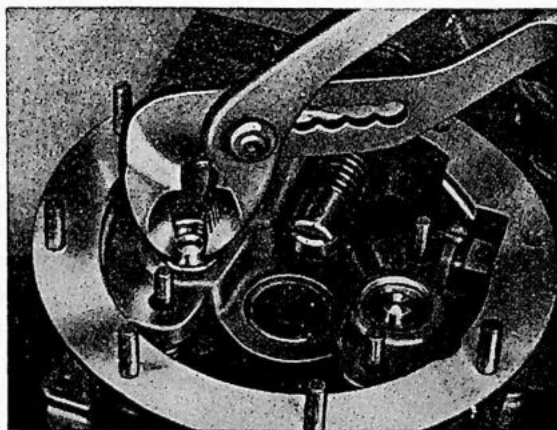
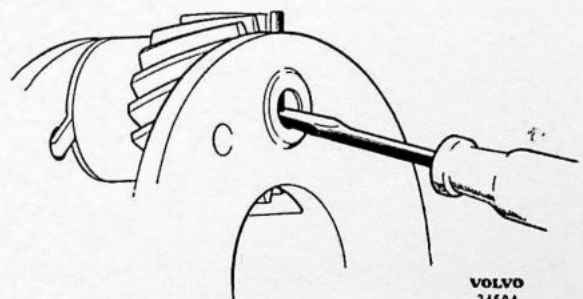
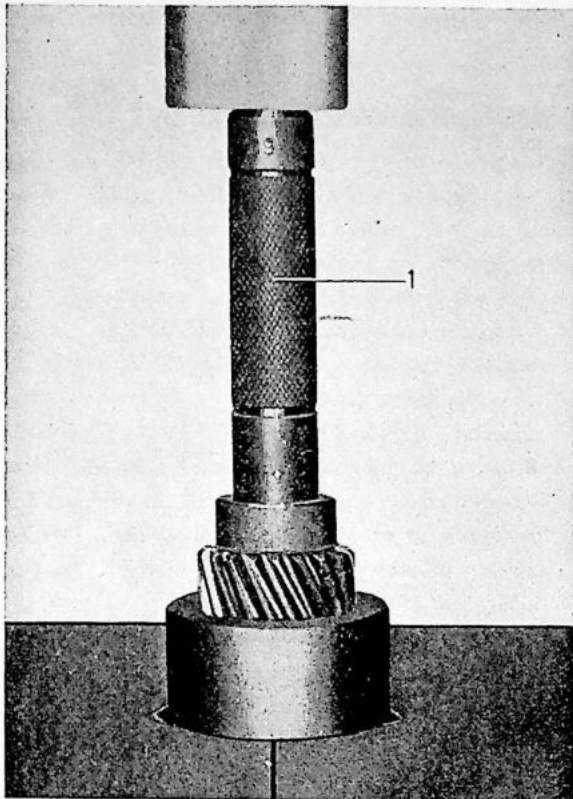

Fig. 4-58. Demontage van de zuiger
Fig. 4-59. Demontage van de borgpennen in de assen van de satellieten
Fig. 4-60. Demontage van het naaldlager in het satellietentandwiel
1. Verwijder het deksel voor de oliezeef en het liever (13) van de bedieningsplunjer. Verwijder de oliezeef. Maak de schroeven los en haal de magnetische schakelaar weg (18).
2. Buig de borgplaten naar beneden en draai de moeren voor de drukplaten (56) van zuigers los en verwijder ze. Verwijder de drukplaten. Trek de zuigers er met behulp van een tang uit; zie Fig. 4-58.
3. Draai de moeren die de remtrommel (41) en het voorste (48) en achterste (20) huis bij elkaar houden los. Draai de moeren om beurten wat los zodat de veren geen enkele verwringing kunnen veroorzaken. Til er de voorste helft van het huis en de remtrommel af.
4. Neem de conische koppeling (43) er compleet met druklager en zonniewiel uit. Verwijder de vier veren en de drukplaat. Verwijder de klemveer voor het zonniewiel (46) en het lager. Verwijder het zonniewiel. Trek het lager van de conische koppeling af. Pers het lager uit de houder.
5. Neem de planeettandwielen (38) en de planeetdrager (45) eruit. Verwijder de borgpennen (42) voor de assen van de planeetwielen door ze eerst met een doorslag of iets dergelijks naar buiten te duwen (zie Fig. 4-59) en ze dan met een tang te verwijderen. Boor, indien dit niet mogelijk is, de borgpennen uit met een hiervoor geschikte boor. Pers de assen van de planeetwielen eruit en verwijder de tandwielen. De naaldlagers in de planeetwielen kunnen eruit geperst worden met drijver SVO 2417; zie Fig. 4-60.